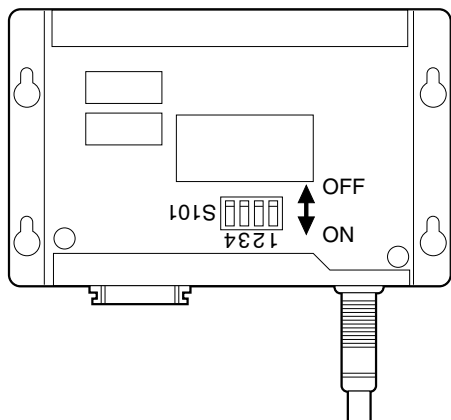

Abb. 3-1
2. Stellen Sie den DIP-Schalter auf der Leiterplatte (S101 in Abb. 3-1) entsprechend Tabelle 3-1 und 3-2 ein.